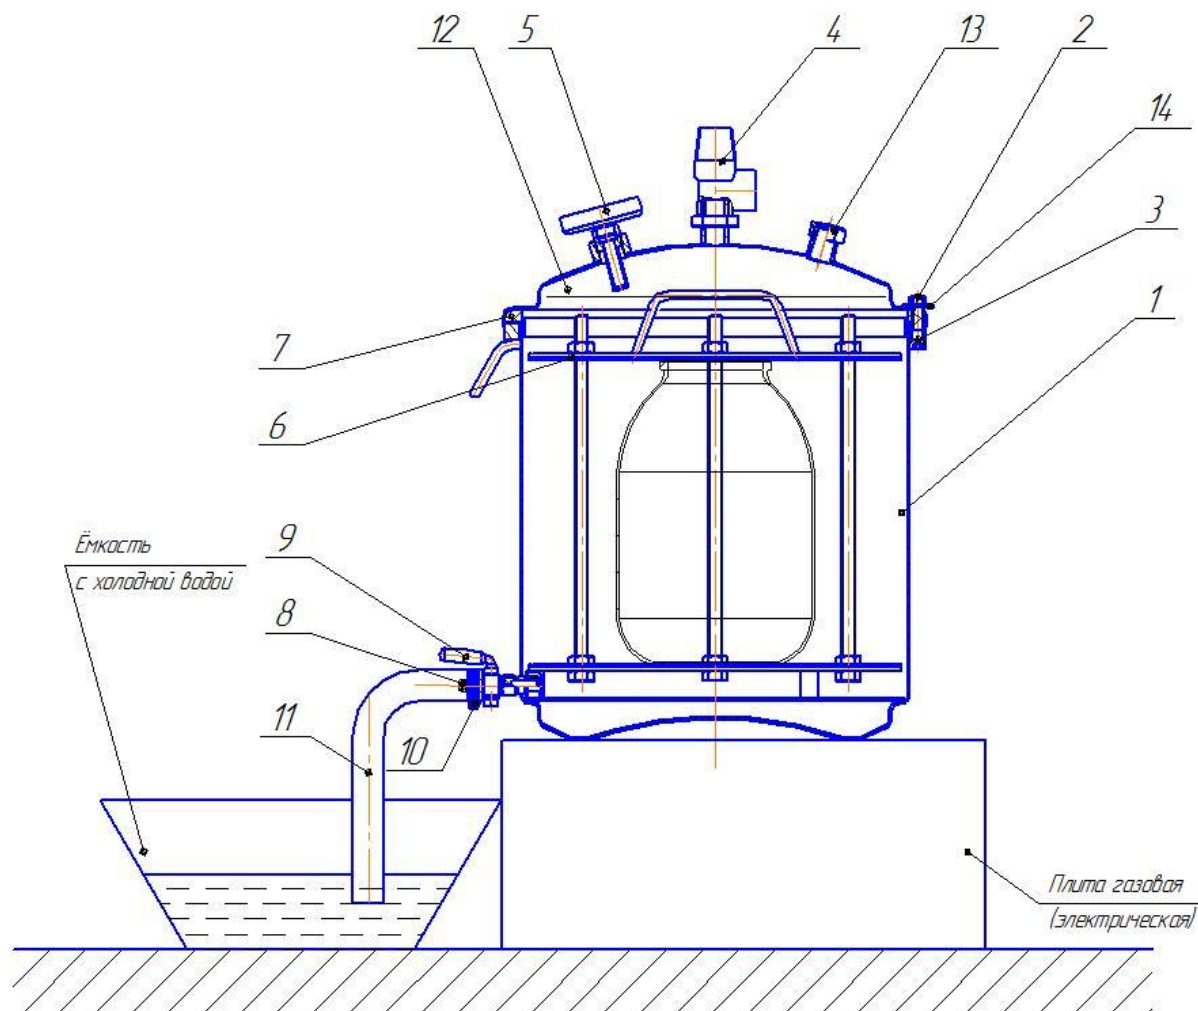
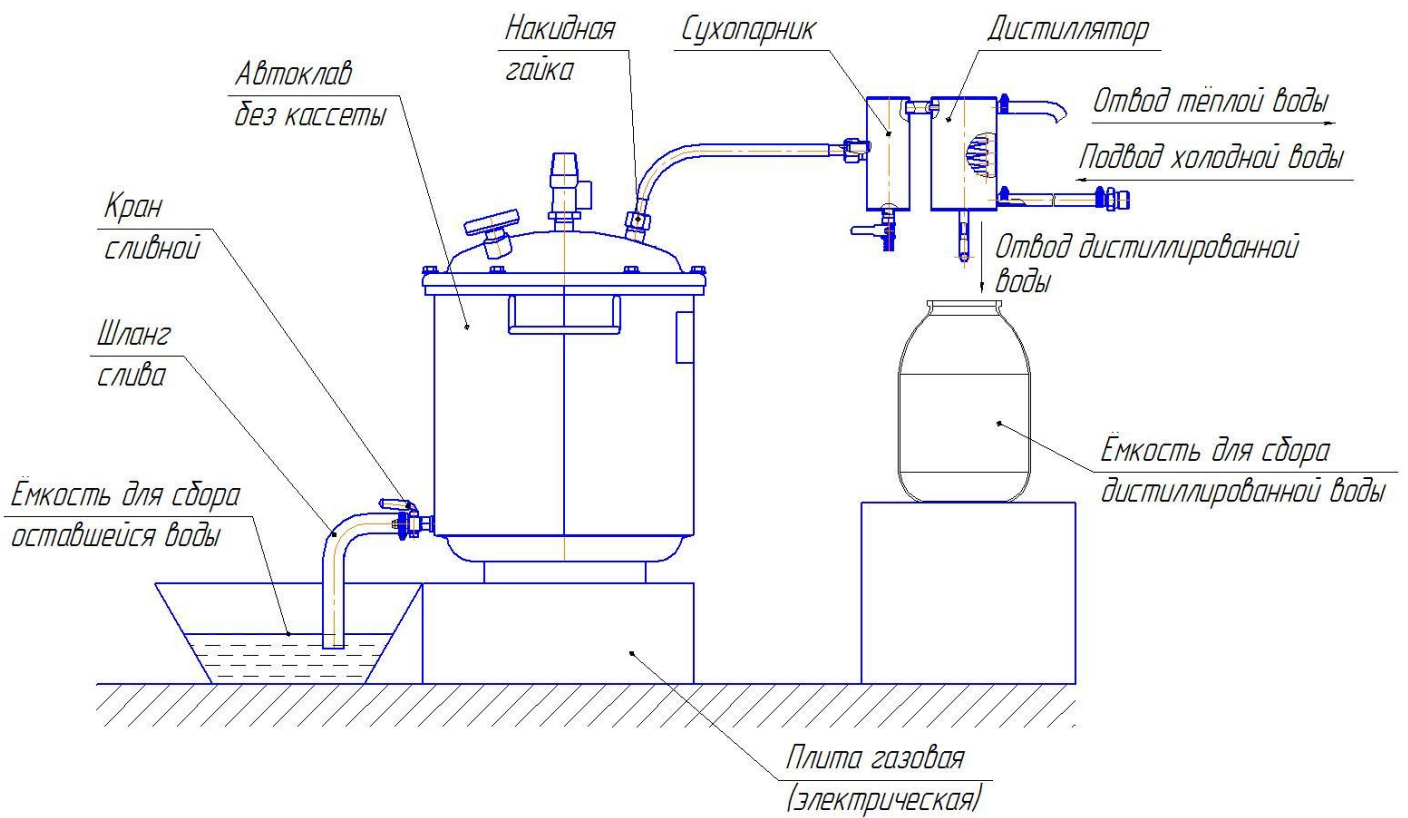
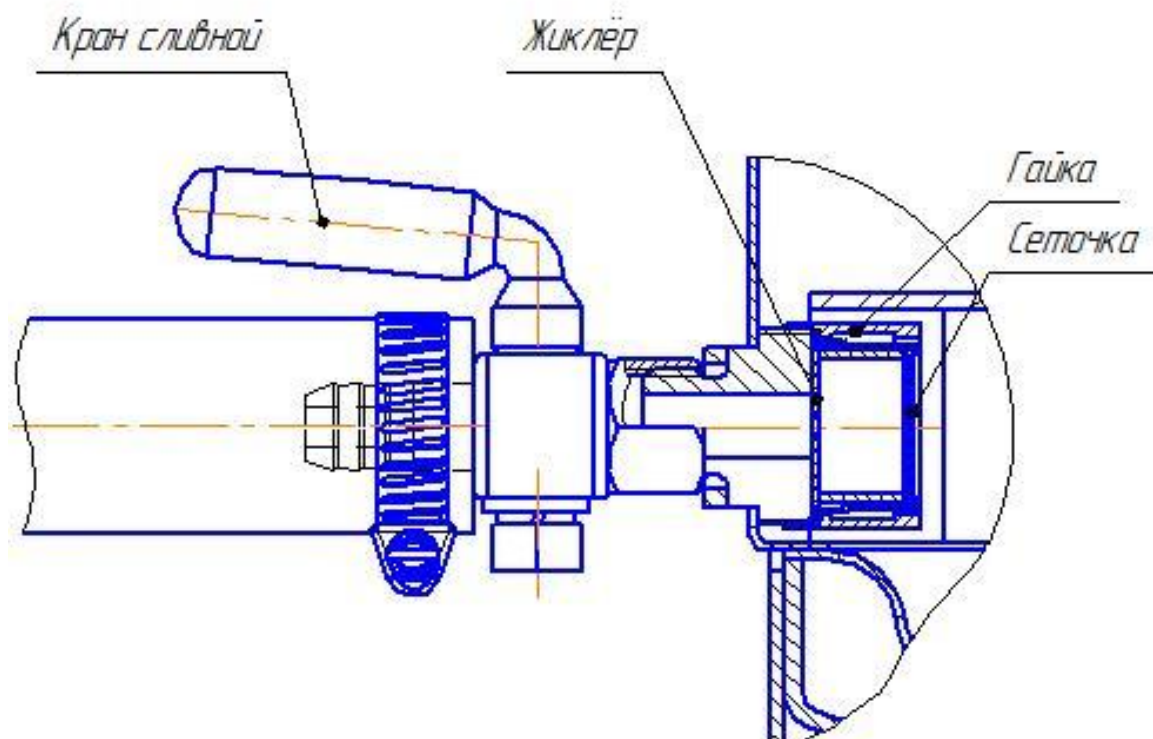

Рис. 1. Схема автоклава в сборе
Рис. 4 Автоклав в сборе с дистиллятором.
Рис. 5 Кран сливной
4.3. Для защиты от брызг и пара при сливе воды с температурой свыше 100 °С, конец шланга слива 11 (рис.1) опустить в ведро (или другую ёмкость) с небольшим количеством холодной воды (водяной затвор) и закрепить его (например, привязав шланг к ручке ведра), иначе возможны хаотичные движения шланга с выбросом пара и горячей воды во все стороны в первые минуты слива воды.
- не откручивать гайки 2 (рис. 1) крышки автоклава;
- при необходимости сбросить давление в автоклаве до полного прекращения выхода пара, повернув головку предохранительного клапана 4 (рис. 1) (для предотвращения попадания пара на руку надеть защитную перчатку);
- отвинтить гайки 2 (рис. 1) и снять крышку 12;
5.7. Снять крышку 12 (рис. 1), аккуратно опустить кассету с банками в корпус автоклава.
5.8. Налить в корпус 1 (рис. 1) воду из-под крана или другого источника, уровень воды должен быть на 2 см ниже верхней кромки корпуса.
5.9. Установить уплотнительное кольцо 7 на винты 3, затем на эти же винты установить крышку 12 (рис.1). Набросить на винты 3 шайбы 14 и, равномерно крест-накрест затягивая гайки 2 прижать крышку к корпусу.
5.13. Нагреть воду в автоклаве до температуры стерилизации. Поддерживать температуру стерилизации в течение времени, рекомендуемого в выбранном Вами рецепте. Контроль температуры осуществлять по стрелочному термометру 5 (рис.1), поддерживать её постоянной, регулируя силу пламени горелки. Время контролировать по часам.
- открыть кран 9 (рис.1) для слива воды, слив воды происходит через жиклер (рис. 5) за 20-30 минут (смотри пункт 4.3.).
5.15. После остывания автоклава до 95°C повернуть головку предохранительного клапана 6 (рис.1) не достигая щелчка, дожидаться сброса давления в автоклаве. Эти действия позволят продолжиться процессам: слива воды и более интенсивному остыванию кассеты с банками.
5.17. Отвинтить гайки 2 (рис.1), снять крышку 12.
5.18. Вынуть кассету 6 (рис.1) из автоклава и установить в безопасное место для дальнейшего остывания.
5.21. В случае затруднения сброса воды, перед следующей стерилизацией необходимо промыть (продуть) жиклёр (рис. 5). Для этого: открутить гайку, извлечь сеточку, открыть кран, тщательно промыть отверстие жиклёра и сеточку проточной водой (продуть воздухом). После чистки и мойки, установить все в обратном порядке.
6.1. Убрать из автоклава кассету 6 (рис. 1).
6.5. Установить уплотнительное кольцо 7 на винты кольца 3, затем на эти же винты установить крышку 12 (рис.1). Набросить на винты 3 шайбы 14 и, равномерно крест-накрест затягивая гайки 2 прижать крышку к корпусу.
6.6. Собрать дистиллятор (рис. 4), при помощи накидной гайки соединить его с автоклавом, предварительно сняв заглушку с прокладкой 13 (рис. 1). Соединить дистиллятор трубкой с краном, а второй трубкой со сливом (раковина, ванна и т.п.) Проверить плотность всех соединений трубок и крышки автоклава.
6.11. При появлении пара из конца отводящей трубки открыть водопроводный кран и заполнить рубашку конденсатора водой до выхода её из сливной трубки (рис. 4).
6.12. При появлении первых капель дистиллированной воды из отводящей трубки (рис. 4) отрегулировать расход воды через конденсатор так, чтобы из отводящей трубки не выходил пар. Поддерживать постоянную температуру воды в корпусе автоклава, регулируя силу пламени горелки.
6.13. При получении необходимого количества дистиллированной воды необходимо выключить горелку и дождаться прекращения процесса кипения в автоклаве. При этом перестает капать вода из отводящей трубки (рис. 4).